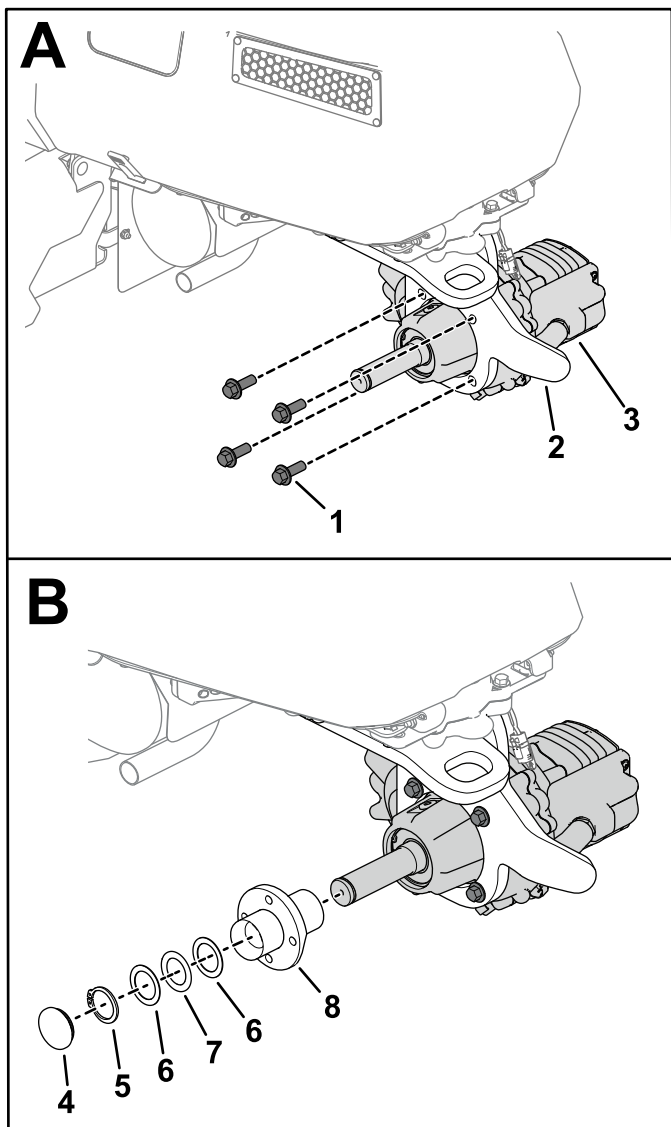

Рисунок 3
1. Снимите стопорное кольцо (показанное на Рисунок 3) с вала моста.
2. Снимите ступицу в сборе (показанную на Рисунок 3) с редуктора.
Примечание: Проследите за тем, чтобы редуктор был установлен в правильном положении, как показано на Рисунок 3. Вал моста должен быть направлен в сторону левой части машины.
- Используйте 4 болта (M12) для крепления редуктора к вилке поворотного колеса (вид А на Рисунок 3).
- Установите ступицу в сборе, стопорное кольцо и пылезащитный колпачок с уплотнительным кольцом на вал моста (вид В на Рисунок 3)
Примечание: Если упорные шайбы и подшипники сняты из ступицы в сборе, соберите их, как показано на Рисунок 3.